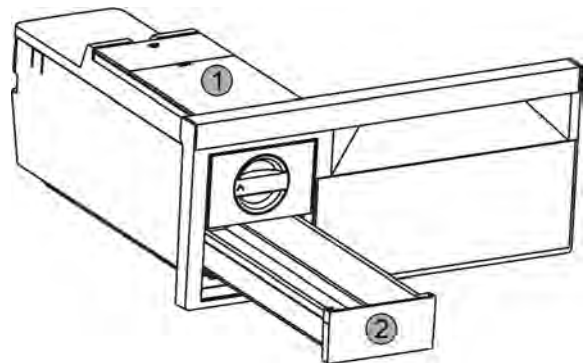

Fig. 66
- ▶ Извлечь бак для воды *Fig. 66 (1)* и выдвижной ящик для производства кубиков льда *Fig. 66 (2)*.